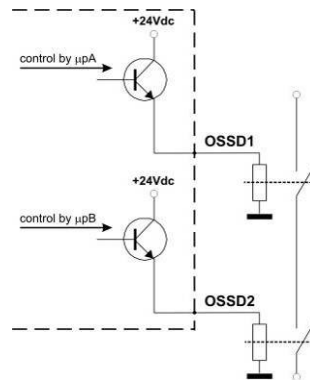

Fig. 15
- Les contacts de sécurité OSSD1 et OSSD2 ne peuvent en tout état être reliés en série ou en parallèle entre eux mais les deux peuvent être utilisés séparément (voir Fig.15). Si par mégarde l'une des deux configurations devait être utilisée, la barrière signale une irrégularité de fonctionnement des sorties (voir chap. 7 "Fonctions de diagnostic").